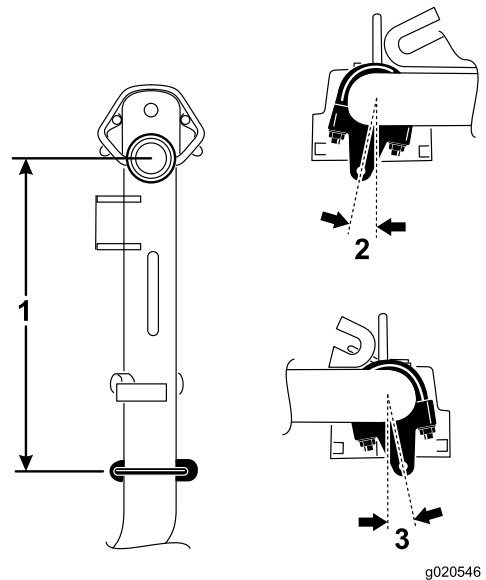

Figura 5
1. Sui bracci di sollevamento n° 1, 4 e 5, posizionate le staffe della catena e i bulloni a U a una distanza di 38,1 cm dietro la linea centrale dello snodo di articolazione (Figura 5).
2. Sui bracci di sollevamento n° 1 e n° 5 le staffe dovranno essere ruotate verso destra di 10 gradi dalla posizione verticale (Figura 5).
3. Sul braccio di sollevamento n° 4 la staffa dovrà essere ruotata verso sinistra di 10 gradi dalla posizione verticale (Figura 5).